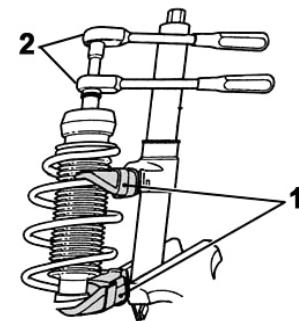

Fig. 6:
- **Fig. 6** Kolbenstangenmutter mit Spezialwerkzeug abschrauben, Anbauteile entnehmen.
- **Fig. 6** Use a special tool to unscrew piston rod nut; remove add-on parts.
- **Fig. 6** Dévisser l'écrou de la tige de piston avec un outil spécial, enlever les composants.
- **Fig. 6** Desatornillar la tuerca del eje del amortiguador con la herramienta especial, retirar las piezas adicionales.
- **Fig. 6** Federbein in geeignete Haltevorrichtung klemmen.
- Federspanner (1) ansetzen.
- Kolbenstangenmutter mit Spezialwerkzeug (2) entfernen.
- **Fig. 6** Clamp suspension strut in suitable holding device.
- Apply spring tensioner (1).
- Use a special tool (2) to remove piston rod nut.
- **Fig. 6** Insérer la jambe de force dans un dispositif de support approprié.
- Mettre en place le monte ressort (1).
- Enlever l'écrou de la tige de piston avec un outil spécial (2).
- **Fig. 6** Aprisionar el amortiguador en un dispositivo de sujeción apropiado.
- Colocar el tensor de muelle (1).
- Retirar la tuerca del eje del amortiguador con una herramienta especial (2).